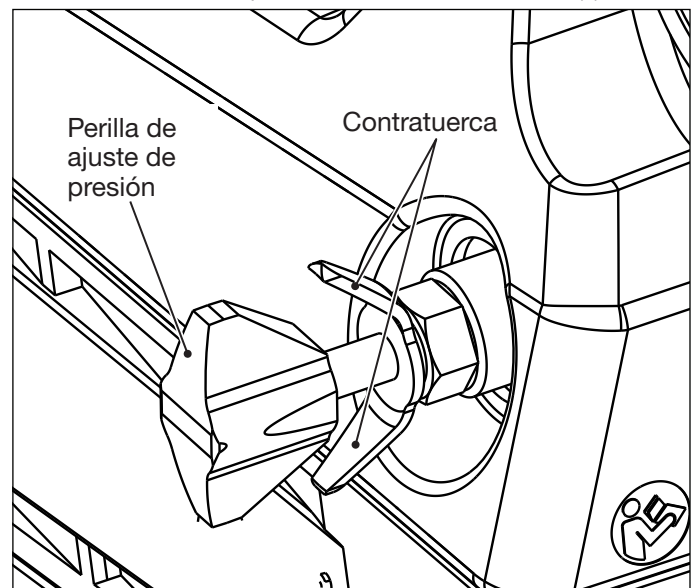

Figura 9: Ajuste de la presión de la válvula de alivio (torque)
1. Para evitar que la bomba se ponga en marcha mientras se realizan las conexiones hidráulicas, asegúrese de que el interruptor de alimentación de la bomba esté apagado (O). O, retire la batería de la bomba (si se ha montado).
2. Compruebe el manómetro hidráulico de la bomba. Si indica presión, afloje la contratuerca de la válvula de alivio y gire la perilla de ajuste de presión en sentido antihorario hasta que se alivie la presión y el manómetro indique cero (0) psi/bar. Consulte la Figura 9.
La bomba contiene una válvula de alivio de presión hidráulica ajustable por el usuario que permite ajustar la bomba a una presión objetivo específica correspondiente al torque objetivo deseado para su aplicación. Véase Figura 9.
ATENCIÓN Si la batería está completamente descargada, o si la función de alivio de presión no funciona, alivie la presión atrapada manualmente girando la perilla de la válvula de alivio de la bomba en sentido antihorario hasta que se haya aliviado la presión. Consulte la Figura 9.